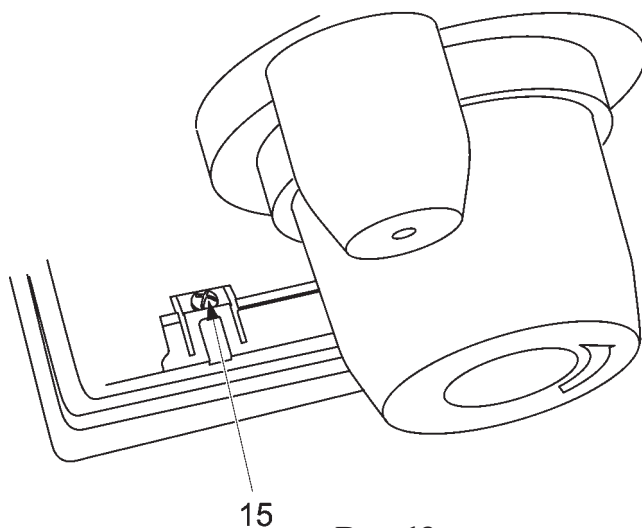

Рис. 13
- Выверните винт 15, служащий для крепления корпуса микровыключателя (рис. 13).